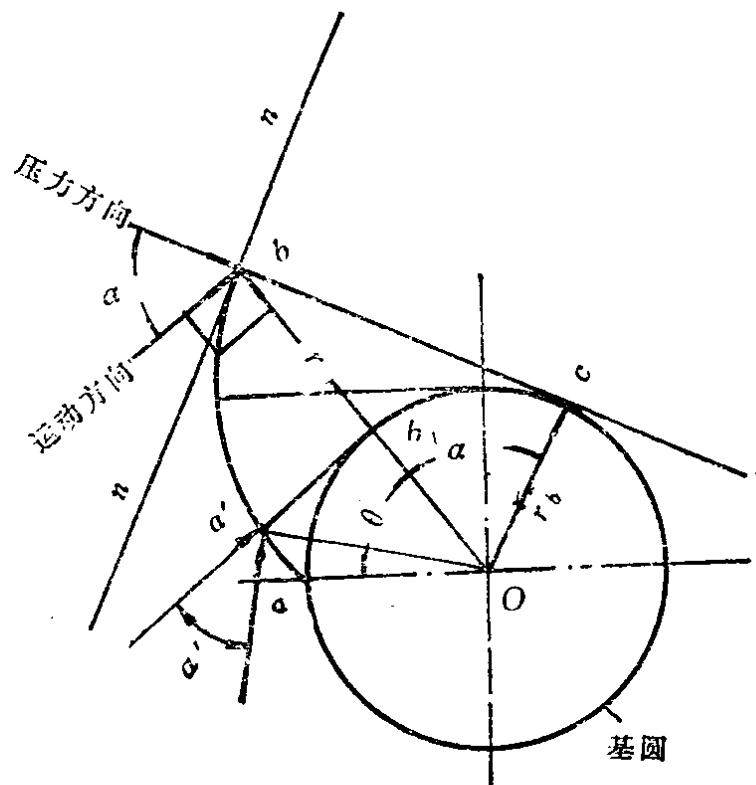

图 3
(1) 发生线在基圆上滚过的一段长度必等于基圆上所滚过的一段圆弧长度，即 $\overarc{bc} = \overarc{ac}$ 。
(2) 棉线 bc 在展开过程中形成许多与基圆相切的线，称为渐开线的法线。法线的特点是一端和基圆相切并和基圆半径垂直，即 $bc \perp oc$ ；另一端和渐开线的切线垂直，如图 3 上 $bc \perp nn'$ 由此可以得出结论：渐开线上任意点的法线必与其基圆相切；而基圆上的切线必为渐开线上某一点的法线。
(3) 渐开线的弯曲度取决于基圆的大小，基圆愈小，
压力角，用 α 表示（图 3）。同一条渐开线齿廓上，不同位置的各点，压力角都不一样。接近基圆的压力角较小，远离基圆的点，压力角较大，基圆上 a 点的压力角等于零。通常所说 20° 压力角正是指的分度圆上的压力角。在齿轮标准中，压力角规定为 20° 。